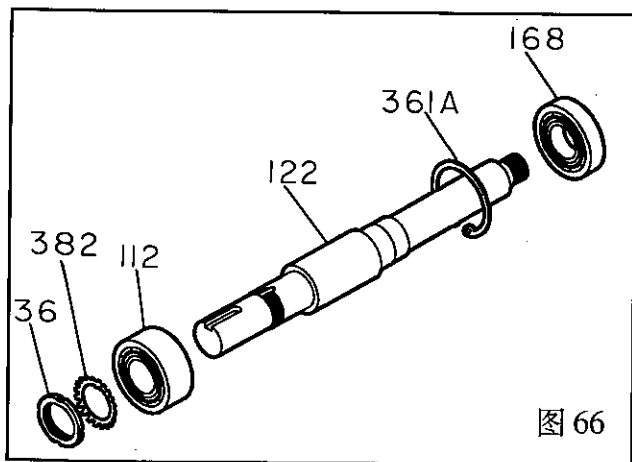

图 66
8. 拧下轴承锁紧螺母 (136) 和锁紧螺片 (382) (图 66)。